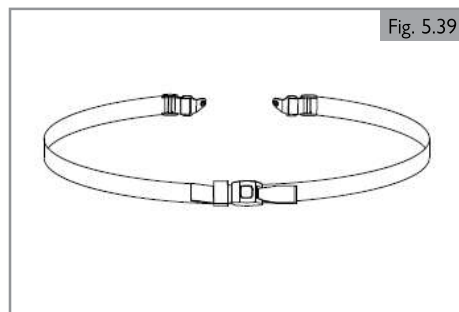

Fig. 5.39
1. Afloje (A) una vuelta.
2. Ajuste (B) en la posición deseada.
3. Apriete (A).
5.13 Cinturón pélvico y cinturón de posicionamiento del usuario sentado (Fig. 5.39)**⚠ ¡PELIGRO! ¡ADVERTENCIA!**